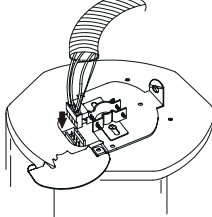

Figura 3
Paso 3 – Conecte la regleta extraíble en el zócalo correspondiente situado bajo la tapa del terminal del altavoz. (Figura 3)